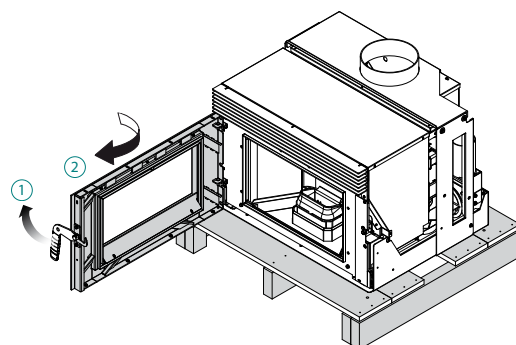

Abb. 6.1.1
- 3) Öffnen Sie die Tür (Abb. 6.1.1);